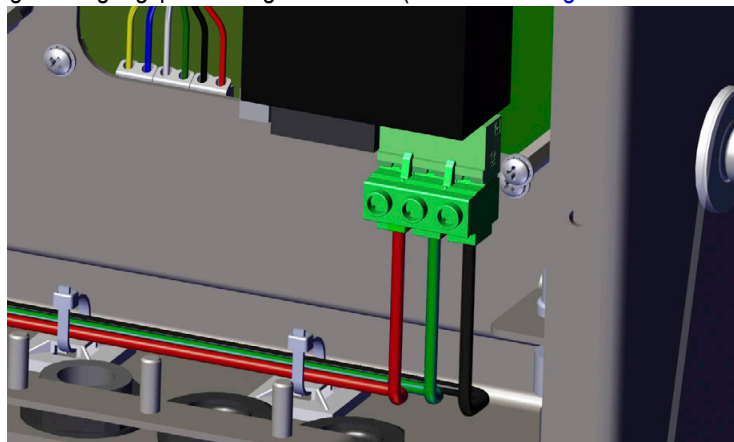

Abbildung 2-22. DC-Verkabelung anschließen
2. Die drei Leiter an der Rückseite der Gewichtsanzeige verlegen und an den 3-poligen Stecker (Bestellnr. 15888) anschließen, der auf der Spannungsversorgungsplatine eingesteckt wird (siehe Abbildung 2-22 und Tabelle 2-3 auf Seite 23).